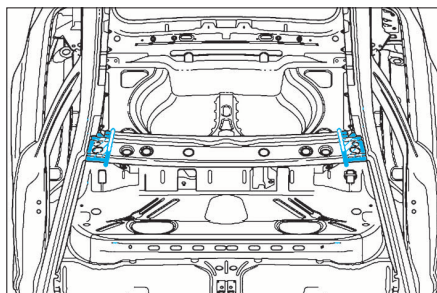

FIG. 48
- Procéder à une découpe grossière de la traverse (Fig.48).